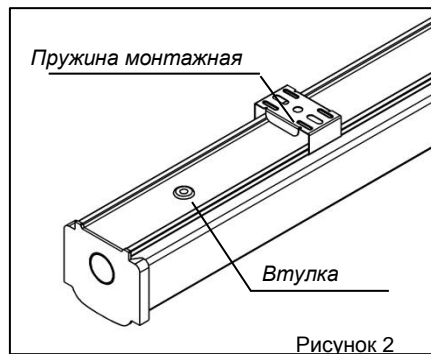

Рисунок 2
Подвесить корпус светильника на необходимой высоте или закрепить на опорную поверхность, используя пружины из комплекта поставки (рисунок 2). Элементы подвеса и крепления в комплект поставки не входят.
- Провести сетевые провода через втулку в корпусе (рисунок 2).